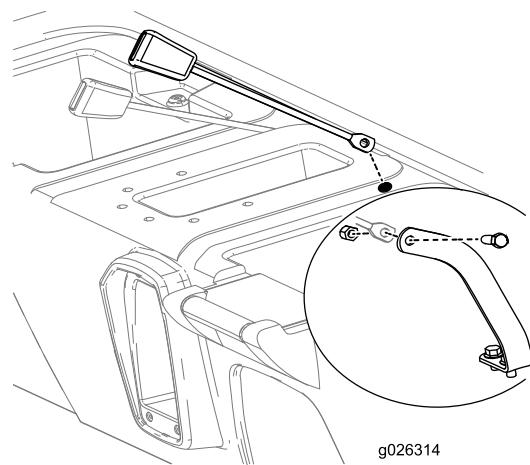

图11
8. 将各个安全带锁定组件插口端的安装侧插入座椅底座上新钻出的孔内图11。
9. 如图11所示用螺栓 $7/16$ 英寸和螺母 $7/16$ 英寸将各个安全带总成的插口端安装到各个安全带锚栓上。